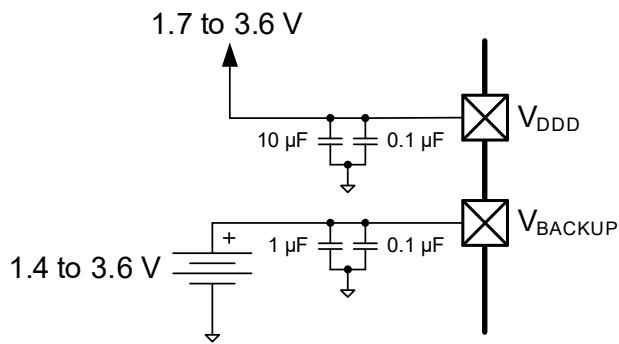

Figure 15 V_{BACKUP}への個別のバッテリ接続
- V_{BACKUP}: 32 kHz WCOとRTCを含むバックアップドメインの電源。Figure 15に示すように、バッテリまたはスーパーキャパシタのバックアップ用に、1.4Vの低電圧の別電源にもできます。それ以外の場合は、V_{DDD}に接続されます。I/Oポート0に電力を供給します。